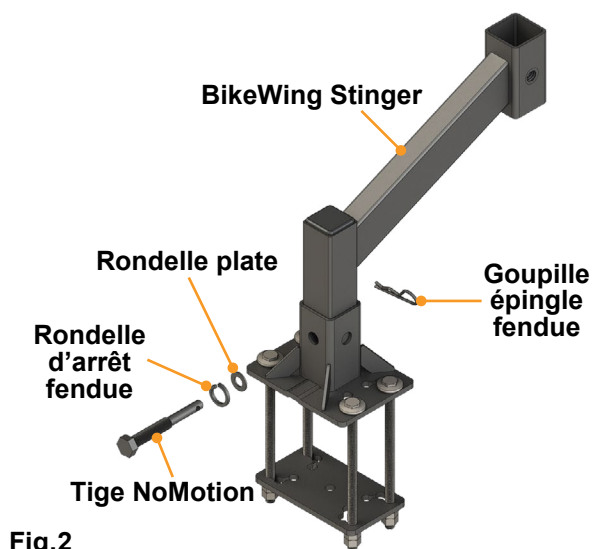
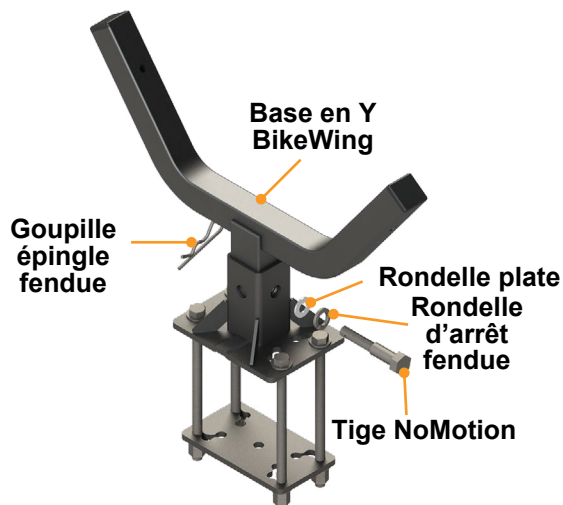

Fig.2
Fig.3
NOTE: Les tiges NoMotion, les rondelles plates et fendues ainsi que les goupilles fendues, illustrées aux figures 2 et 3, sont des pièces du porte-vélos Jack-IT et ne sont PAS incluses dans l'ensemble BikeBase.
2. Fixer le BikeWing Stinger (**Fig.2**) ou la base en Y du BikeWing (**Fig.3**) au tube receveur du BikeBase avec la tige d'attelage NoMotion et les rondelles. Installer la rondelle d'arrêt fendue d'abord, puis la rondelle plate dans la tige d'attelage.